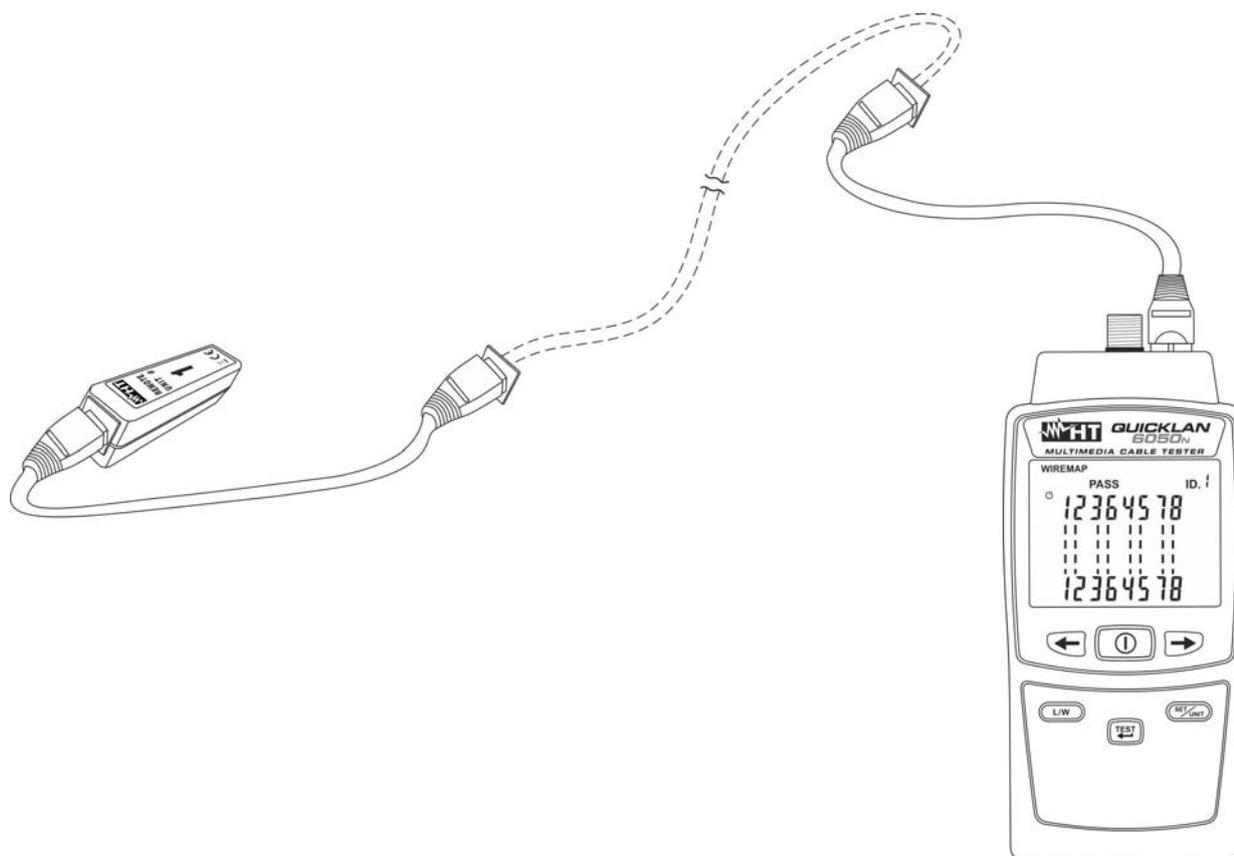
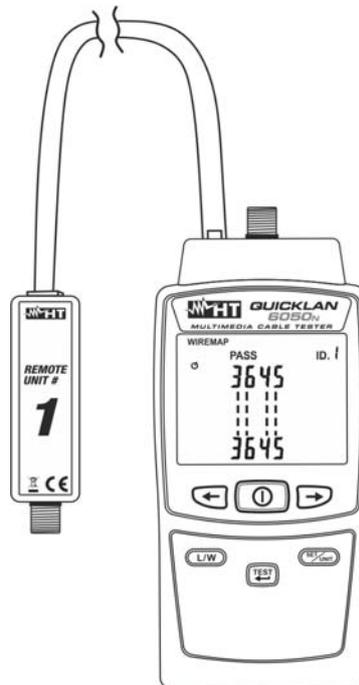

Fig. 7: Branchement de l'instrument par câbles patch
Fig. 10: Branchement de l'instrument au câble avec connecteur RJ11
4. Connecter les extrémités du câble en cours de test au connecteur RJ45 d'entrée de l'instrument (voir Fig. 1 – partie 10) et à l'unité à distance #1 ou, si nécessaire, utiliser les câbles patch fournis comme montré en Fig. 7
3. Connecter les extrémités du câble en cours de test au connecteur RJ11 d'entrée de l'instrument (voir Fig. 1 – partie 8) et à l'unité à distance #1 (voir Fig. 10). Si nécessaire, utiliser les câbles patch fournis de la manière indiquée en Fig. 7